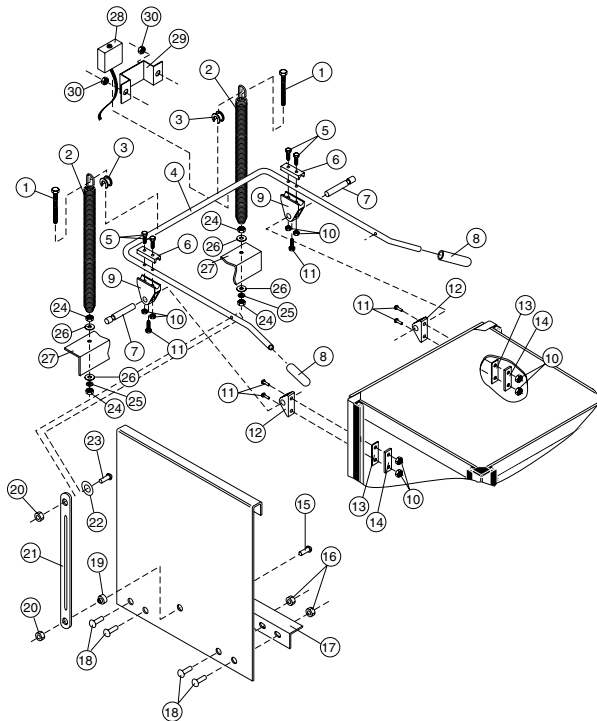

Figure 14
5. Refer to the float switch troubleshooting chart below (Fig. 14) for a quick guide to evaluating float switch problems.
5. Ver el cuadro de localización de averías (Fig. 14) abajo para una guía rápida para evaluar los problemas del interruptor del flotador.